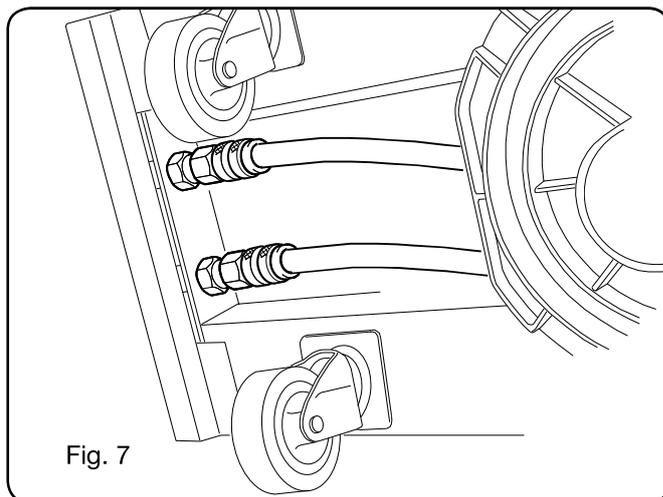

Fig. 7
- Os tubos de líquido refrigerante devem ser ligados às tomadas rápidas, situadas debaixo do fundo do carro de tração do fio (veja a Fig. 7), respeitando as cores mostradas na parte frontal desse mesmo carro.